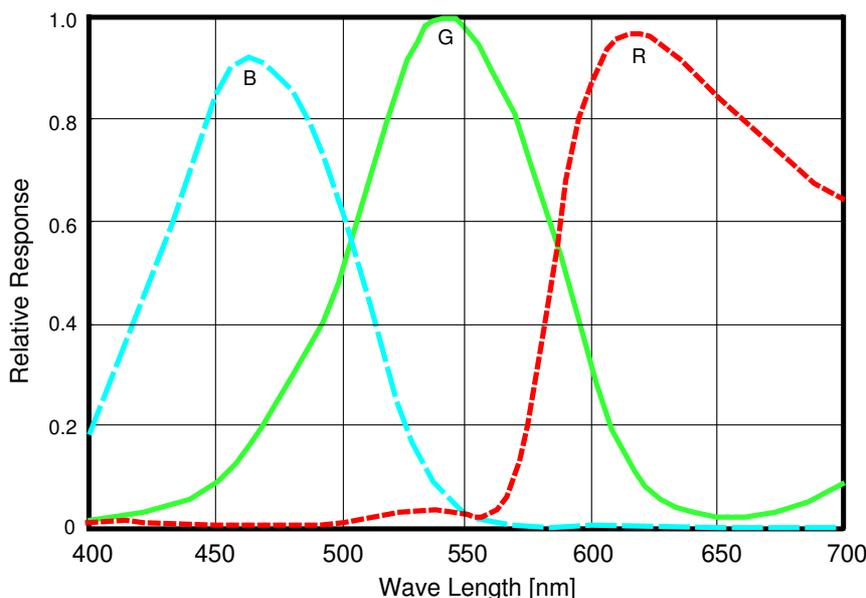

FIG. 2 – Réponse spectrale relative des filtres RVB. En tirets : bleu ; en trait plein : vert (green) ; en pointillé : rouge.
**Couleurs** Les filtres RVB utilisés pour la restitution des couleurs à partir du silicium ont une transmission donnée sur les courbes de la figure 2 ci-dessous.